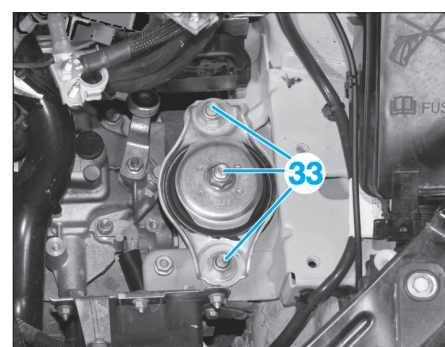

Fig. 32
- Déposer les écrous (33) (Fig.32), puis extraire le silentbloc.